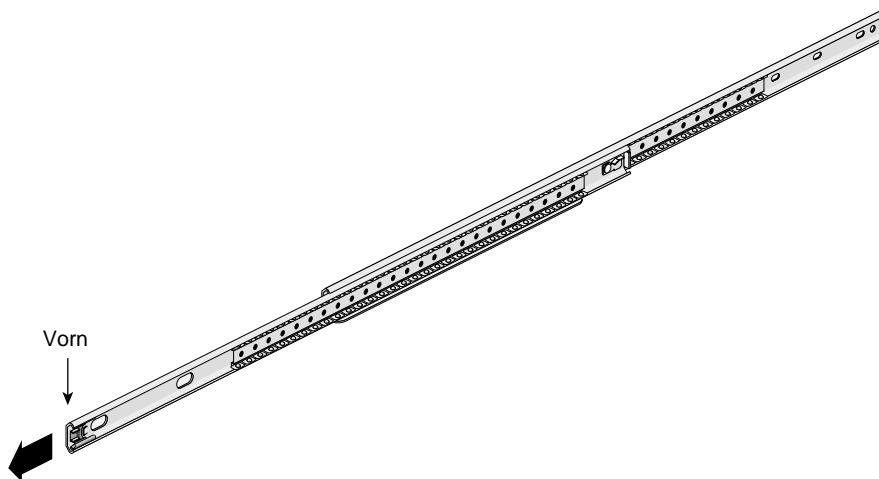

Abbildung 2-2 Identifizieren der Vorderseite
3. Stellen Sie fest, welches die Vorderseite des Auszugs ist. Der in Abbildung 2-2 dargestellte Pfeil zeigt nach vorn.